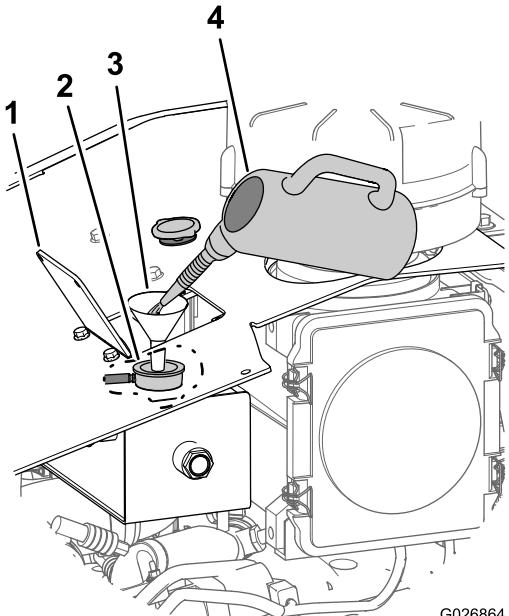

Figura 107
- Añada una solución de limpieza para sistemas de refrigeración al sistema de refrigeración por el cuello de llenado del depósito auxiliar (Figura 107).